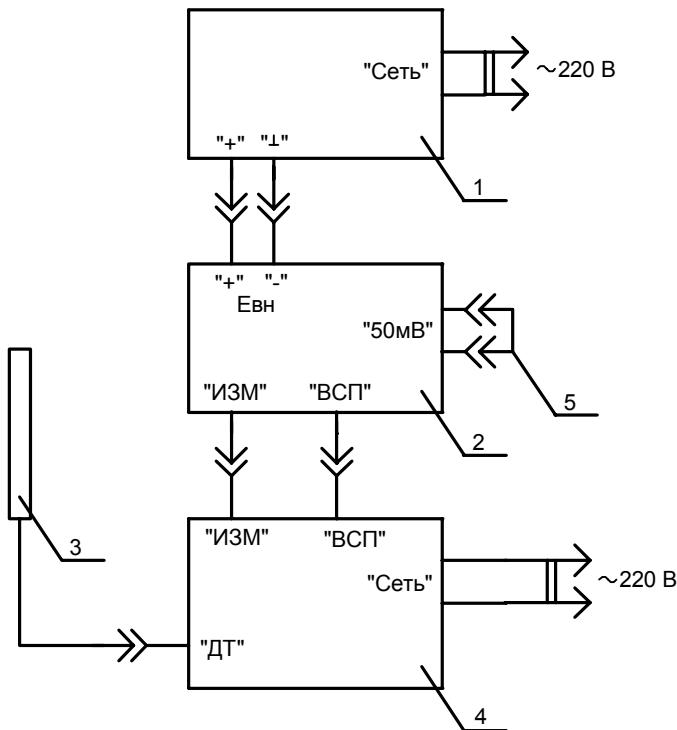

Рис.6. Схема установки для проведения поверки.
6.6.2.2. Подвергнуть прибор начальной стабилизации в течение 2 ч. Подготовить в соответствии с эксплуатационной документацией средства поверки по п. 6.3. Собрать установку для проведения поверки согласно схеме, приведённой на рис. 6.